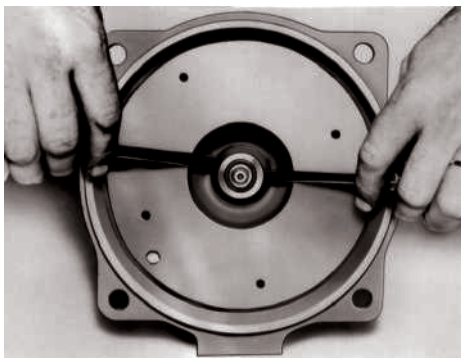

Figura 2
1. Quite el perno de la base (10).
2. Quite los pernos de la carcasa (12).
3. Retire el conjunto de desmontaje trasero de la carcasa (2).
4. Retire el anillo de sello (3) y el diafragma (4) del difusor.
5. Quite los tornillos (5) del adaptador (11) del difusor.
8. Retire el impulsor (7) girando en **SENTIDO CONTRARIO A LAS AGUJAS DEL RELOJ**.
9. Con dos destornilladores retire la sección giratoria del sello mecánico (8). Deséchela. Ver la figura 2.
10. Quite los pernos del adaptador del motor (12) y retire el adaptador.